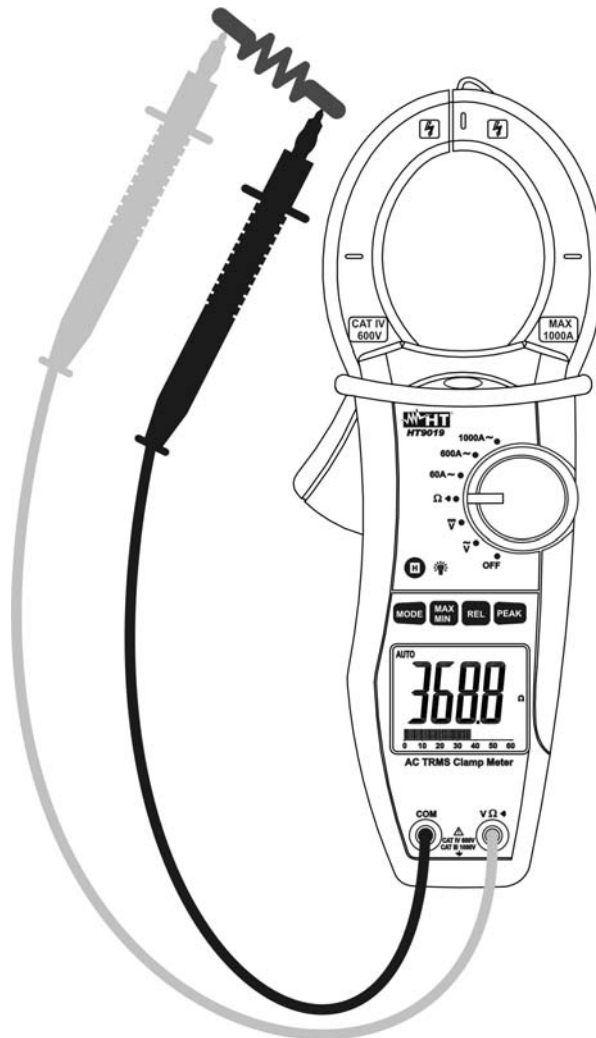

Fig. 5 : Utilisation de la pince pour mesures de résistance et test de continuité
3. Positionner les embouts sur les points désirés du circuit sous test (Fig. 5). La valeur de résistance sera affichée à l'écran.